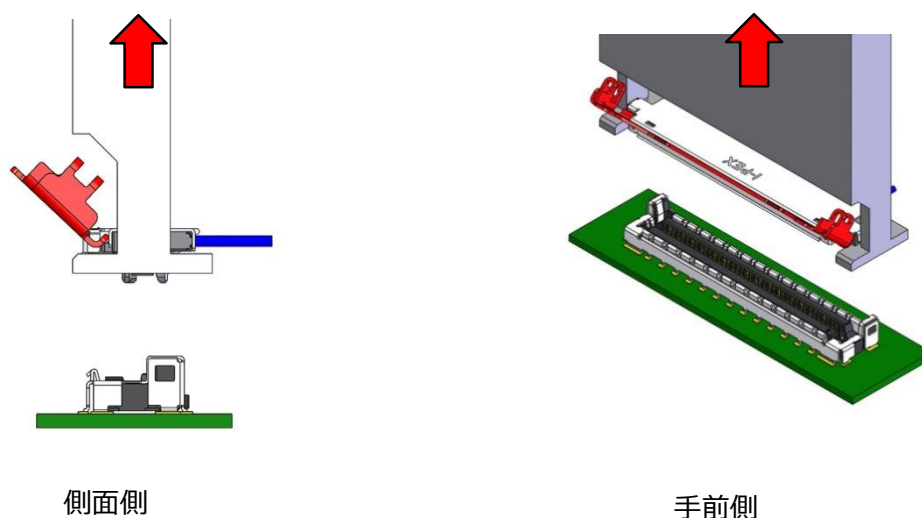

Fig.18
- ⑤ 基板と垂直に治具を引き上げコネクタを抜去します。(Fig.18)